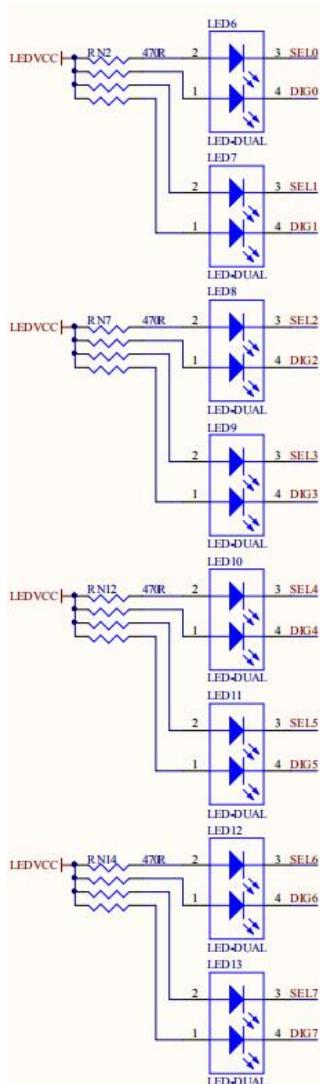

图 2-22 双色LED发光管
⑫、8组双色LED发光管
开发板提供了8个双色LED发光二极管。每个发光管是双色，分别是红色和绿色，也就是8组相当于16个LED,要锁定16个IO脚，8组LED发光管原理图如图 2-22, 当FPGA的引脚输出逻辑为“0”时，LED熄灭。**输出逻辑为“1”时，LED被点亮。**16个引脚和数码管复用（请看⑪）。